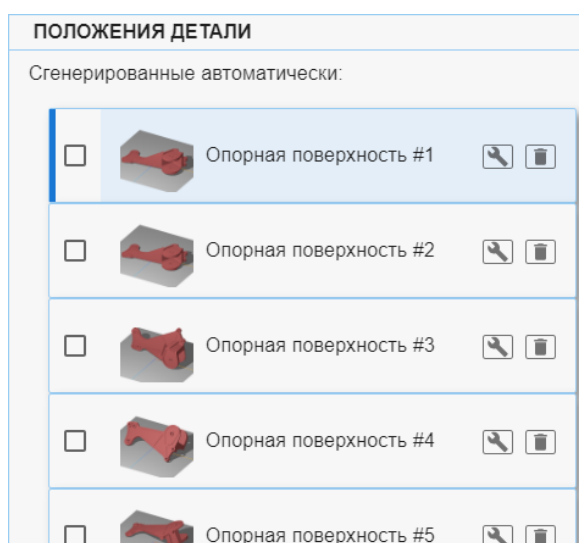
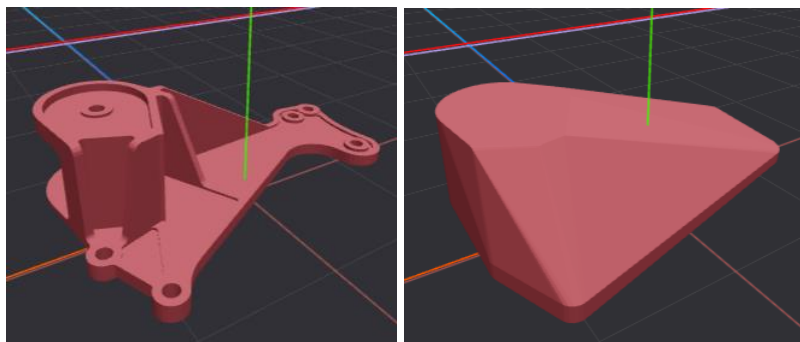

Рис. 10.5 – Пример сгенерированных положений вида «*Опорная поверхность #...*»
Рис. 10.6 – Пример детали и ее выпуклой оболочки
1. «*Опорная поверхность #...*» (см. рис. 10.5). Такие положения определяются как первые 12 самых больших граней выпуклой оболочки, охватывающей деталь (см. рис. 10.6).